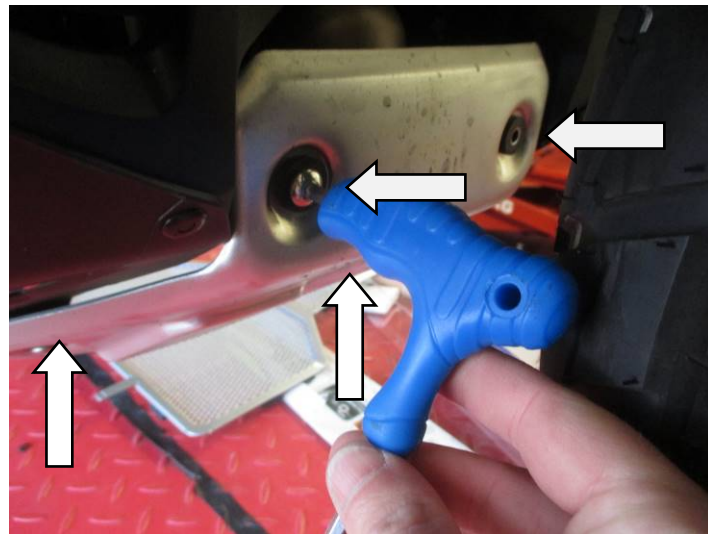

Abbildung 2
- Entfernen Sie die original Metallschutzplatte, indem Sie die vier Schrauben, die in **Abbildung 2** gekennzeichnet sind mit einem Inbusschlüssel entfernen.